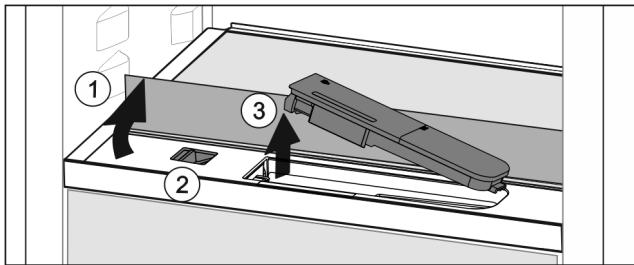

Fig. 49
- Поднять стеклянную панель и откинуть до упора назад Fig. 49 (1).
- Сдвиньте ползунок Fig. 49 (2) влево.
- Вынуть бак для воды Fig. 49 (3).